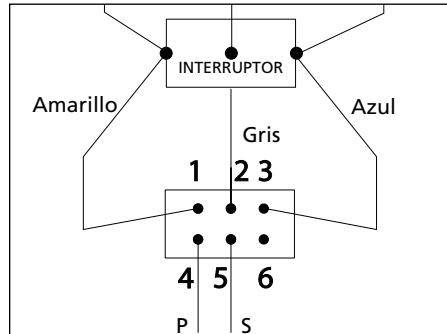

Figura 4 – Conexión a un sistema remoto de 2 cables
- Vea la figura 4 para el diagrama de cableado con el sistema remoto de 2 cables